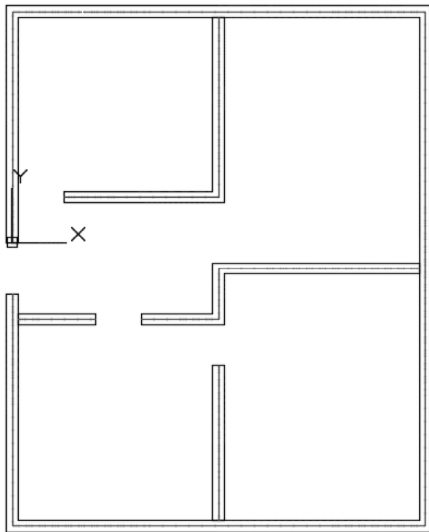

图 2-35 绘制内侧墙体
7) 使用和步骤 6) 相同的方法绘制内侧墙体, 如图 2-35 所示, 相关尺寸可自行确定。